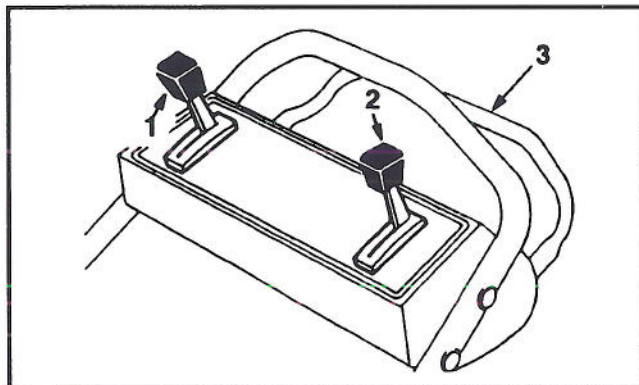
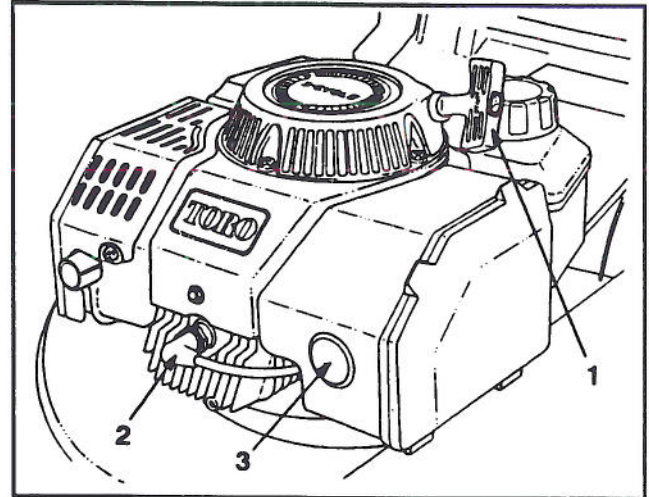

Figure 7
Figure 8
COMMANDES – La commande des gaz, le contrôle de vitesse au sol et la barre de commande d'auto-propulsion se trouvent sur le mancheron supérieur (fig. 7). L'amorçage est situé à l'avant du moteur et le démarreur à corde sur le dessus du moteur (fig. 8).
- Brancher le fil d'allumage sur la bougie (fig. 8).
- Placer le sélecteur de vitesse sur "N" (fig. 7).
- Couvrir le trou de l'amorceur avec le pouce (fig. 8) et pousser deux fois.
- 5. VITESSE D'AVANCE** (fig. 7) – La vitesse d'avance varie en fonction de la distance entre la barre de commande et le mancheron. Placer le sélecteur de vitesse sur la position désirée. Les trois chiffres "1", "2" et "3" correspondent respectivement à une avance lente, moyenne et rapide. Pour les travaux de finition ou lorsque l'opérateur quitte la position de conduite le sélecteur de vitesses doit être mis au point mort (position "N").
- 6. ARRÊT** – Relâchez la barre de commande (fig. 7) pour arrêter l'entraînement. Placez le contrôle de vitesse au sol en position "N" sur les modèles auto-propulsés. Pour arrêter le moteur, placez la commande des gaz en position OFF (ARRÊT). Débranchez le câble de la bougie si la tondeuse n'est pas en usage ou n'est pas surveillée.
1. Arrêter le moteur et attendre l'arrêt complet de toutes les pièces en mouvement. Débrancher le fil de la bougie (fig. 8).